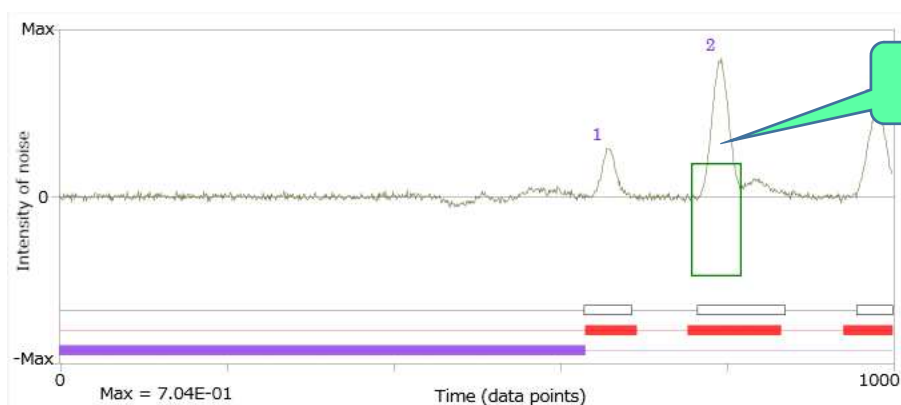

図 22 メイン画面チャート（一方のピークを囲む）
2. チャート上で重なっているピーク的一方をマウスで囲む（図 22）；